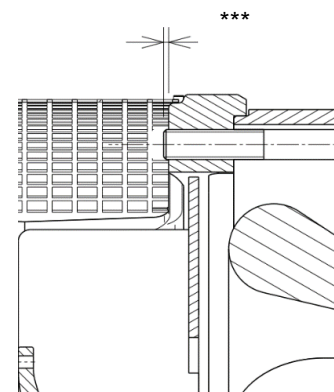

Fig. 14
8. Comprobar el rebasamiento final *** del tirante por el lado brida SAE, no tiene que ser superior a 2,2 mm, tal como se indica en la Fig. 14.